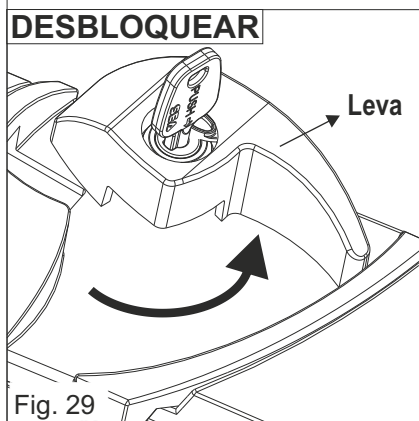

Fig. 29
- 3) Rotar la palanca en sentido antihorario para desbloquear el operador (Fig. 29)